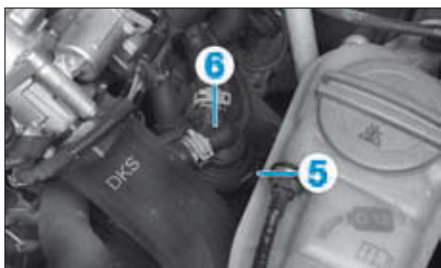

FIG. 4
- Débrancher le connecteur (5) de la pompe à eau supplémentaire (6) (Fig.4).
- Dévisser l'écrou du support de pompe supplémentaire (6).
- Déposer la vis du support de la canalisation d'eau (4) derrière la pompe supplémentaire et la retirer vers le bas sans débrancher les durits d'eau.